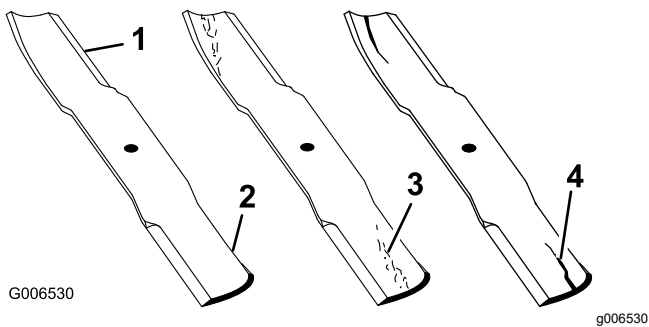

Bild 57
1. Untersuchen Sie die Schnittkanten (Bild 57).
4. Wenn Sie Risse, Verschleiß oder Rillenbildung in diesem Bereich feststellen, sollten Sie sofort ein neues Schnittmesser einbauen (Bild 57).